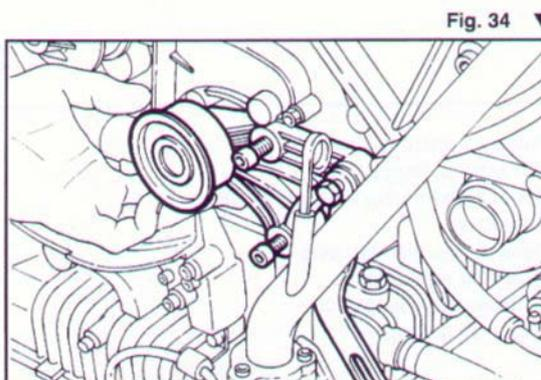

Fig. 34 ▼
- svitare le tre brugole e rimuovere il supporto galoppino lato sinistro completo di staffa supporto alternatore (Fig. 34).
- unscrew the three Allen screws and remove the tightening pulley support from the left side, complete with alternator support bracket (Fig. 34).